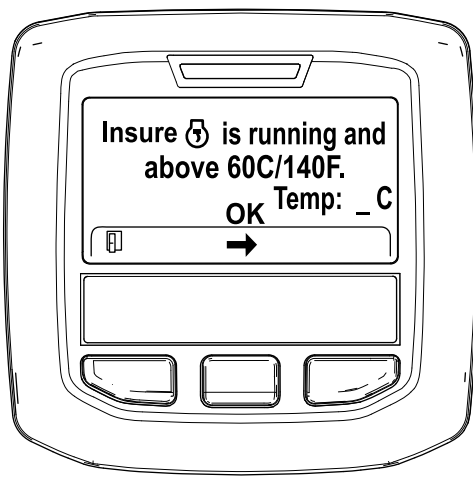

Bild 40
5. Wenn die Kühlmitteltemperatur unter 60°C liegt, wird die Meldung „Insure  is running and above 60C/140F“ angezeigt (Bild 40).